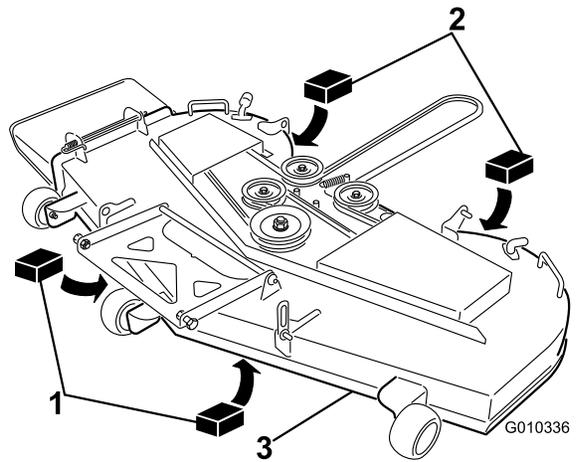

Figura 65
3. Coloque dos bloques de 6.66 cm (2-5/8 pulgadas) debajo de cada lado del borde delantero de la carcasa, pero no debajo de los soportes de los rodillos protectores del césped (Figura 65).
4. Coloque dos bloques de 7.3 cm (2-7/8 pulgadas) de grosor debajo del borde trasero del faldón de la carcasa de corte, uno en cada lado de la carcasa de corte (Figura 65).